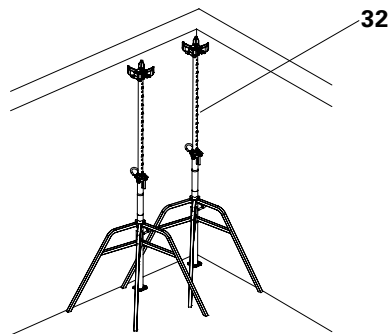
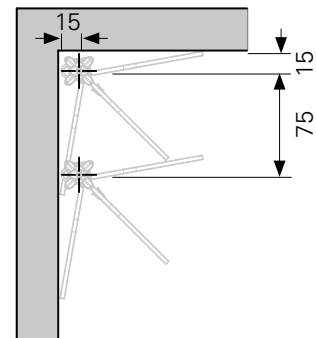

Fig. D2.01
Fig. D2.01a
1. Posizionare due puntelli con testa d'appoggio DFH (32) e assicurarli con treppiedi. In alternativa, assicurarli con telai PEP PRK (75 e 120). (Fig. D2.01) Disporre il primo puntello in un angolo, a 15 cm di distanza dalle due pareti adiacenti. (Fig. D2.01a)
2. Disporre il secondo puntello lungo la parete più corta, a 75 cm di distanza dal primo. (Fig. D2.01a)